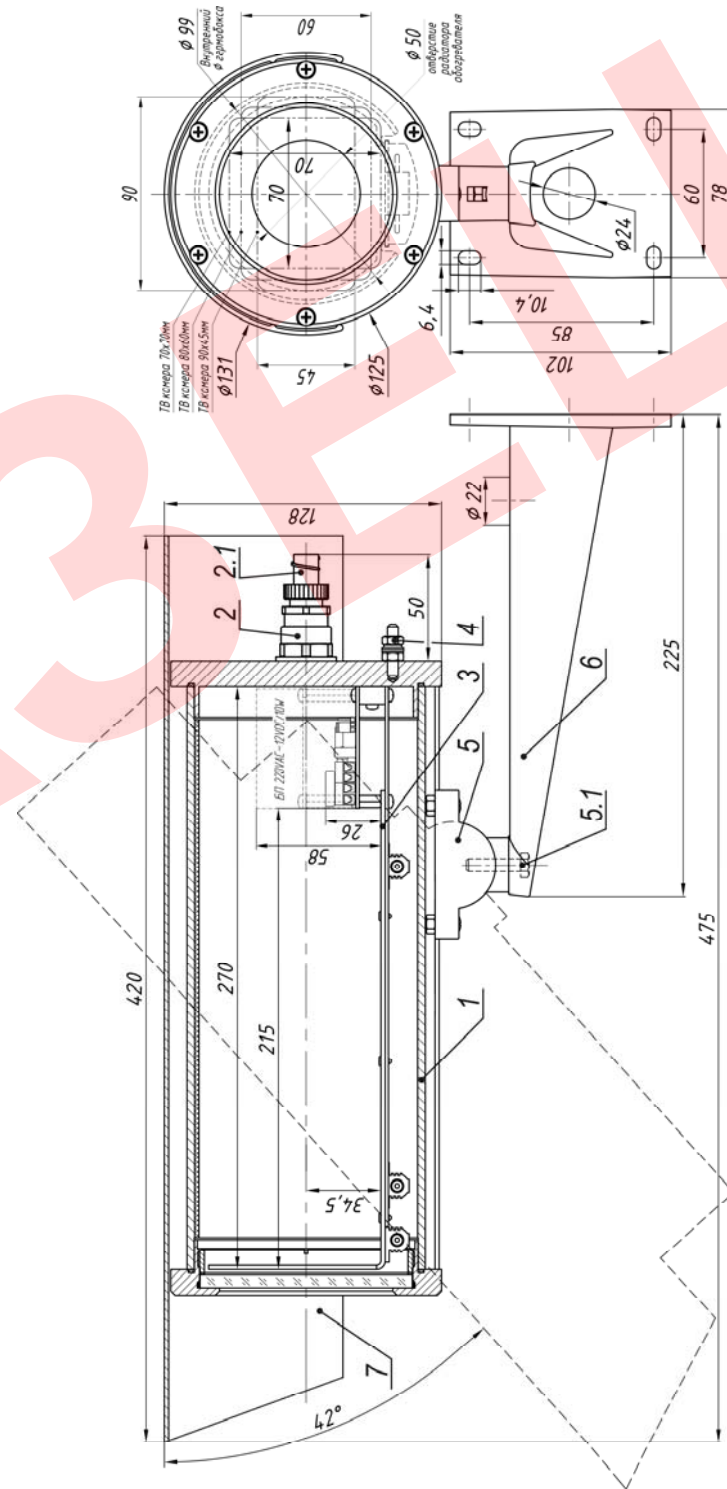

Рис.1 Состав и габаритно-установочные размеры ТГБ-4Г Ех
2. Выдвинуть модуль видеокамеры (поз.3 рис.1) из кожуха.
9. Обеспечить защиту кабелей во взрывоопасной зоне металлорукавом. Металлорукав фиксируется на гермовводе с помощью держателя металлорукава (поз.2.1 рис.1).
10. Ослабив болт фиксации шарнира (поз.5.1 рис.1), установить гермобокс на нужное направление обзора, после чего надежно зафиксировать шарнир затянув болт.
11. Заземлить гермобокс с помощью клеммы заземления (поз.4 рис.1).
В состав изделия входят (см. рис.1):